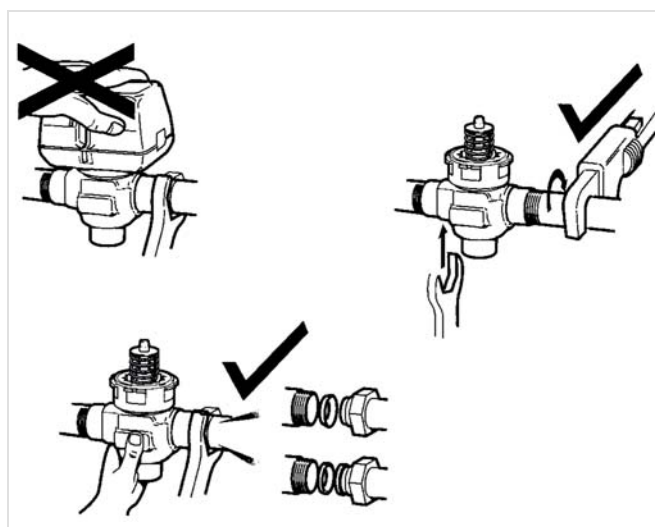

Fig. 5 Raccordement
- 3) La tête de l'actionneur est automatiquement verrouillée sur la vanne (voir figure 5). Pour le débloquer, soulevez le mécanisme de verrouillage situé directement au-dessous du levier d'ouverture manuelle. Enfoncer la tête de l'actionneur vers le bas en direction du corps, avec une force manuelle modérée et tourner simultanément de 1/8 de tour (45 degrés) dans le sens inverse des aiguilles d'une montre. Soulever la tête de l'actionneur du corps de la vanne.